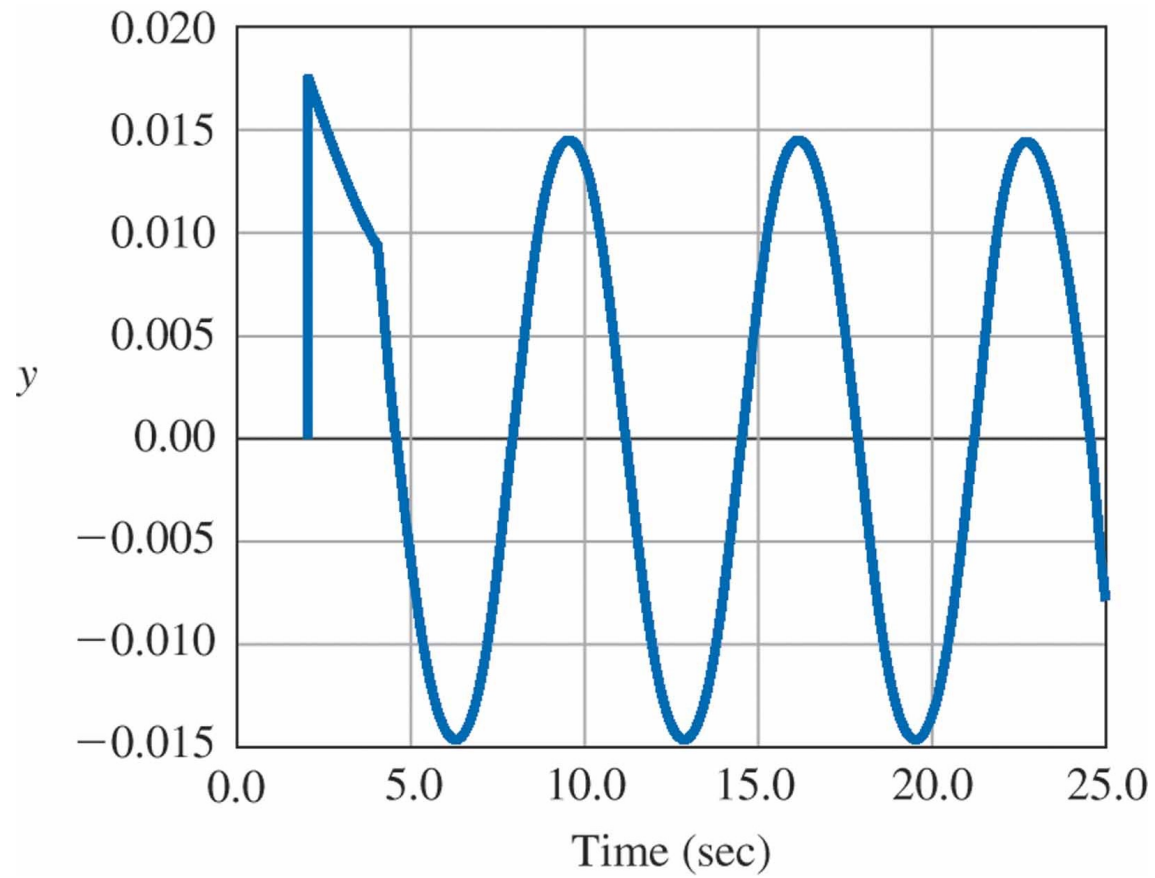

Figure 4.44 Unit impulse response for the paper machine in Problem 4.33
- (b) O sistema torna-se marginalmente estável para um ganho proporcional de  $k_u = 3,044$  como mostrado pela resposta ao impulso na Fig. 4.44. Encontre os parâmetros do controlador PID usando as regras de sintonia de Zeigler-Nichols.